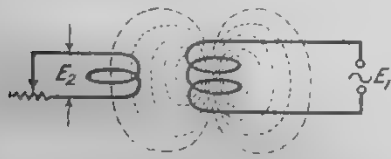

Рис. 7. Изменение магнитного поля в катушке индуцирует в ней э. д. с.
вальный поток, проходящий через катушку, для появления эдс важно лишь, чтобы этот поток изменялся. Поэтому мы можем получить в катушке эдс, передвигая внутри или возле нее магнит, или поместив две катушки рядом (рис. 7) и пустив через одну из них переменный ток. Тогда вместе с током будет колебаться магнитовывущая сила катушки и ее магнитный поток. Он будет колебаться и в той его части, которая проходит через вторую катушку, отчего в последней будет наводиться эдс. Величина индуцированной эдс пропорциональна числу витков катушки и скорости изменения в ней магнитного потока. Если бы мы пустили через катушку постоянный ток, то магнитный поток не изменялся бы, и во вто-
2. Будет ли наводиться э. д. с. (E_2) во второй катушке (рис. 7), если E_1 представляет э. д. с. источника постоянного тока, находится ли э. д. с. во второй катушке при вдвигании внутрь ее железа?